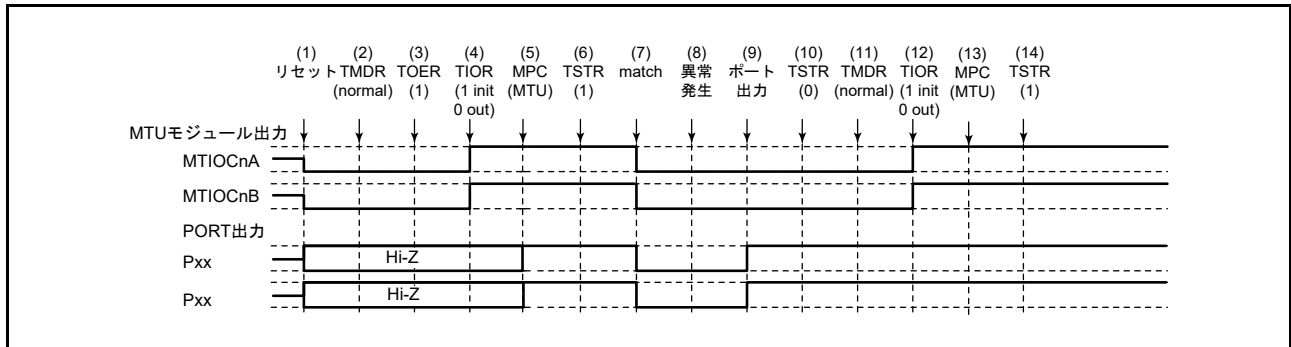

図 22.154 ノーマルモードで異常が発生し、ノーマルモードで復帰する場合
ノーマルモードで異常が発生し、再設定後ノーマルモードで再スタートする場合の説明図を図 22.154 に示します。
(1) ~ (10) は図 22.154 と共通です。
(11) PWM モード 1 を設定します。
(12) TIOR レジスタで端子を初期化してください (PWM モード 1 では MTIOcNB (MTIOcND) 端子に波形が出力されません。出力すべきレベルがある場合は、I/O ポートのポート方向レジスタ (PDR)、ポート出力データレジスタ (PODR) で汎用出力ポートの設定をしてください。
(13) MPC と I/O ポートのポートモードレジスタ (PMR) で MTU 出力としてください。
(14) TSTRA (TSTRB) レジスタで再スタートします。
(11) PWM モード2を設定します。
(12) TIOR レジスタで端子を初期化してください (PWM モード2では周期レジスタに使用した TGR レジスタに対応する端子に波形が出力されません。出力すべきレベルがある場合は、I/O ポートのポート方向レジスタ (PDR)、ポート出力データレジスタ (PODR) で汎用出力ポートの設定をしてください)。
(14) TSTRA レジスタで再スタートします。
(11) 位相計数モードを設定します。
(12) TIOR レジスタで端子を初期化してください。
(11) TIOR レジスタでノーマルモードの波形生成部を初期化してください。
(12) TIOR レジスタでノーマルモードの波形生成部の動作を禁止してください。
(13) TOERA (TOERB) レジスタで MTU3、MTU4 (MTU6, MTU7) の出力を禁止してください。
(14) TOCR1A、TOCR2A (TOCR1B, TOCR2B) レジスタで相補 PWM の出力レベルと周期出力の許可 / 禁止を選択してください。
(15) 相補 PWM を設定します。
(16) TOERA (TOERB) レジスタで MTU3、MTU4 (MTU6, MTU7) の出力を許可してください。
(17) MPC と I/O ポートのポートモードレジスタ (PMR) で MTU 出力としてください。
(18) TSTRA (TSTRB) レジスタで再スタートします。